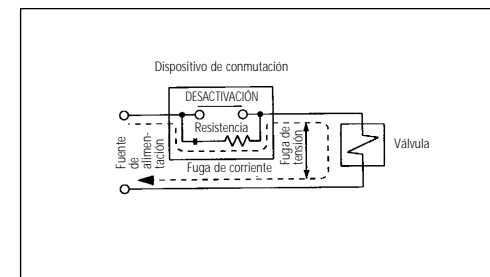

Figura 12
- Sujete los tornillos de los terminales que están situados en el bloque e inserte los cables desnudos siguiendo las indicaciones del diagrama de conexiones (Figura 12). Asegure los cables apretando los tornillos correspondientes.
Tensión de fuga (Figura 12)